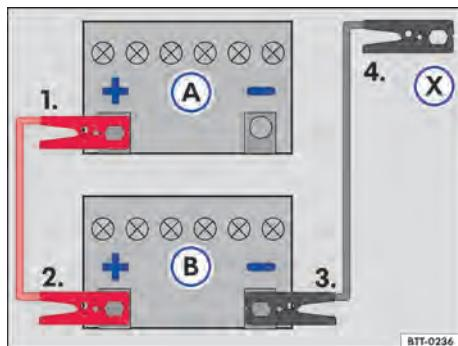

Fig. 123 Esquema para a conexão dos cabos auxiliares de partida: bateria do veículo descarregada (A) e bateria do veículo fornecedora de corrente (B).
Legenda para → Fig. 123:
- Conectar uma extremidade do cabo auxiliar de partida *vermelho* ao polo positivo → Fig. 123 ① do veículo com a bateria do veículo descarregada ② → .
- Conectar a outra extremidade do cabo auxiliar de partida *vermelho* ao polo positivo ① da bateria do veículo fornecedora de corrente ②.
- Conectar uma extremidade do cabo auxiliar de partida *preto* ao polo negativo ① da bateria do veículo fornecedora de corrente ②.
- Conectar a outra extremidade do cabo auxiliar de partida *preto* ① no veículo com a bateria do veículo descarregada em uma peça maciça de metal aparafusada firmemente ao bloco do motor ou no próprio bloco do motor - porém não nas proximidades da bateria ② → .